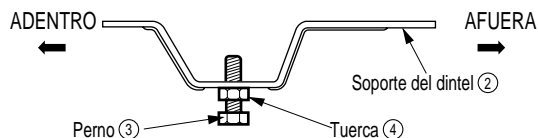

Fig. 3
3. Arme de modo flojo el soporte del dintel ② usando las partes que se muestran en Fig. 3.